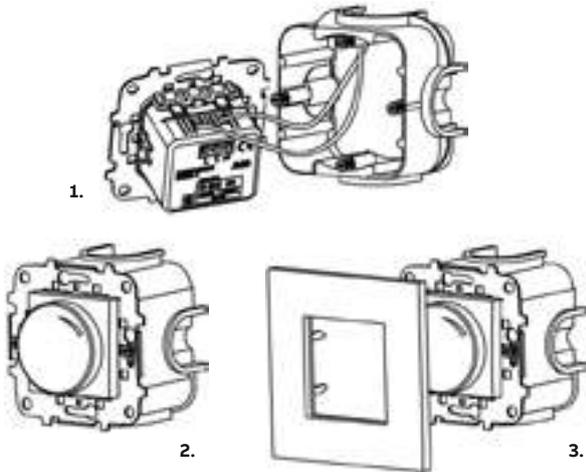

Рис. 1. Монтаж и установка.
1. Подключите устройство в соответствии с приведенной схемой. См. рис. 1 и рис. 2.